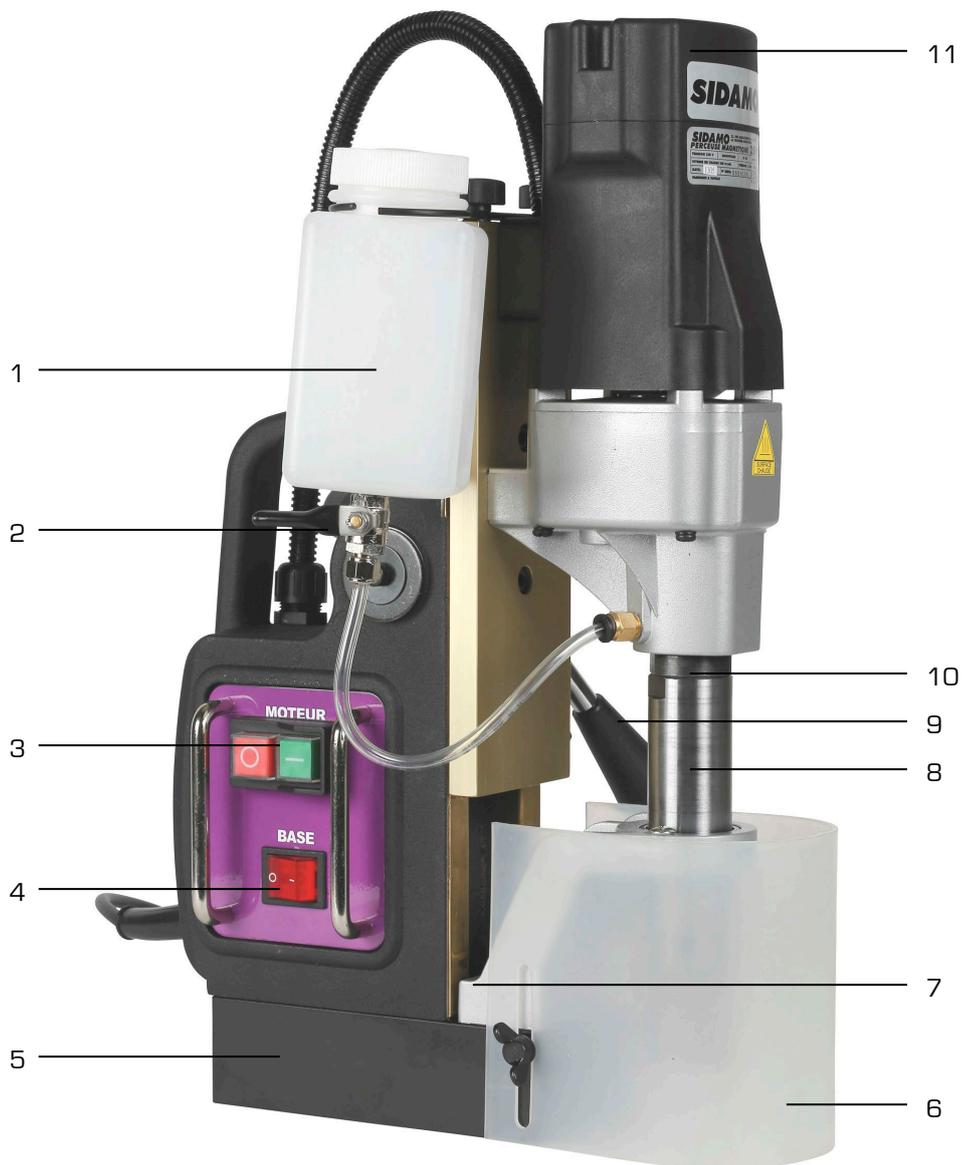

Figure 1
1. Monter l'arbre porte-fraise Weldon 19 mm (8 fig.1) dans la broche (10 fig.1) à l'aide d'une clé plate 32 mm (non fournie).
1. Démontez le guide de broche (7 fig.1) en dévissant les 3 vis de fixation.